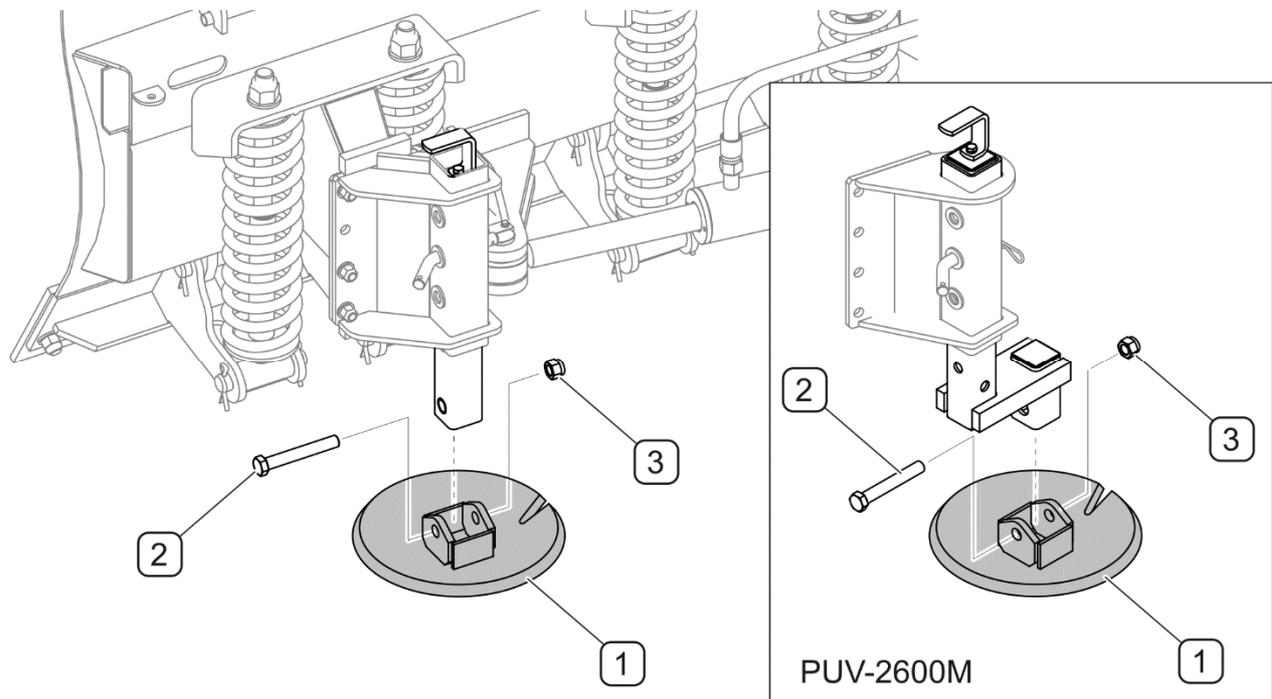

ABBILDUNG 5.4 Auswechslung des Gleitfußes
(1) - Gleitfuß; (2) - Schraube M16x110-8.8; (3) - Mutter M16-8
Wenn die Bauteile der Gleitfüße (ABBILDUNG 5.4) stark abgenutzt oder beschädigt sind, müssen diese gegen neue ausgetauscht werden. Dazu den Pflug anheben und mit ausreichend stabilen Stützen abstützen. Wenn der Pflug an die vordere Dreipunkthydraulik angeschlossen und angehoben wird, muss er zusätzlich gegen Herabfallen gesichert und der Schlepper abgeschaltet werden (Motor abstellen und Feststellbremse anziehen). Die Mutter (3) abschrauben, die Befestigungsschraube (2) des Gleitfußes (1) mit Schieber herausnehmen. Den Gleitfuß (1) und die übrigen Elemente auf Beschädigungen und übermäßigen Verschleiß prüfen. Die Auflistung der Teile des Gleitfußes einschließlich der Katalognummern sind in TABELLE 5.4 dargestellt.